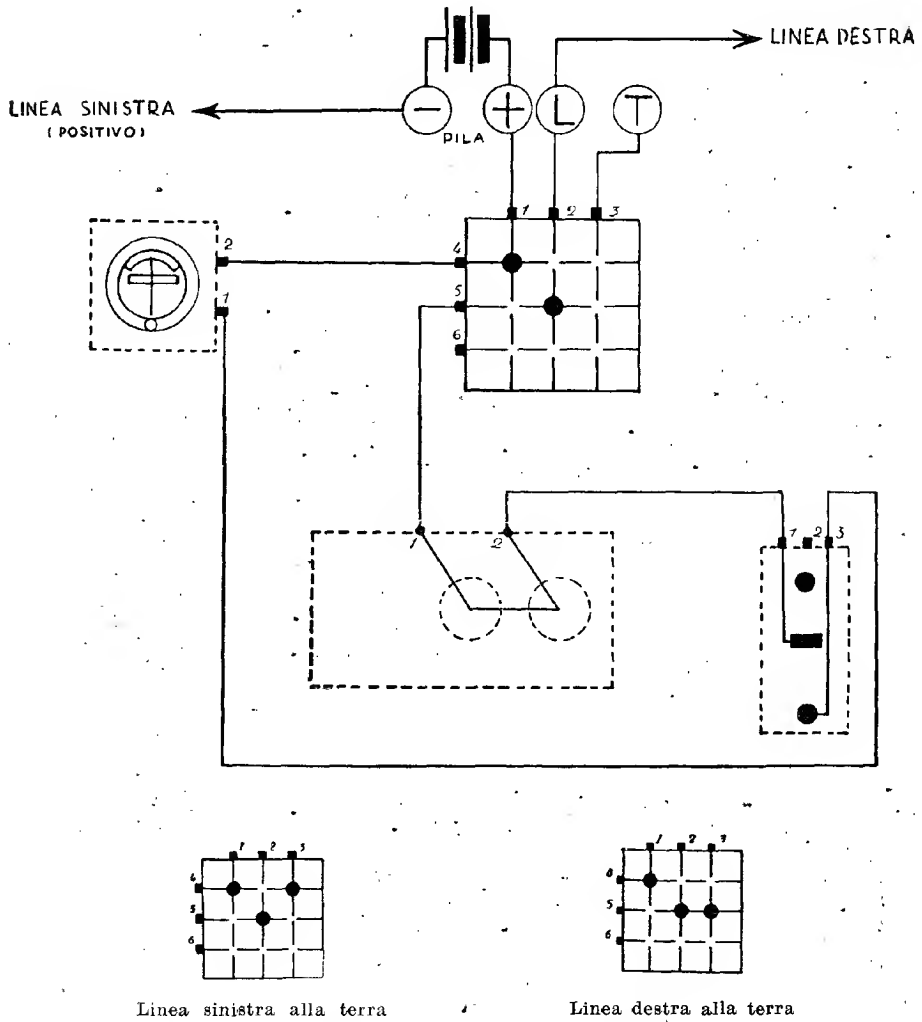

Fig. 45 — Ufficio Intermedio a Corrente Continua (con Pila)
- 3°) Intermedio con Pila (Fig. 45 e Fig. 46
Se l'Ufficio Estremo ha la Pila, allora il filo di Linea deve essere collegato alla Batteria, come è precedentemente descritto (Fig. 45).